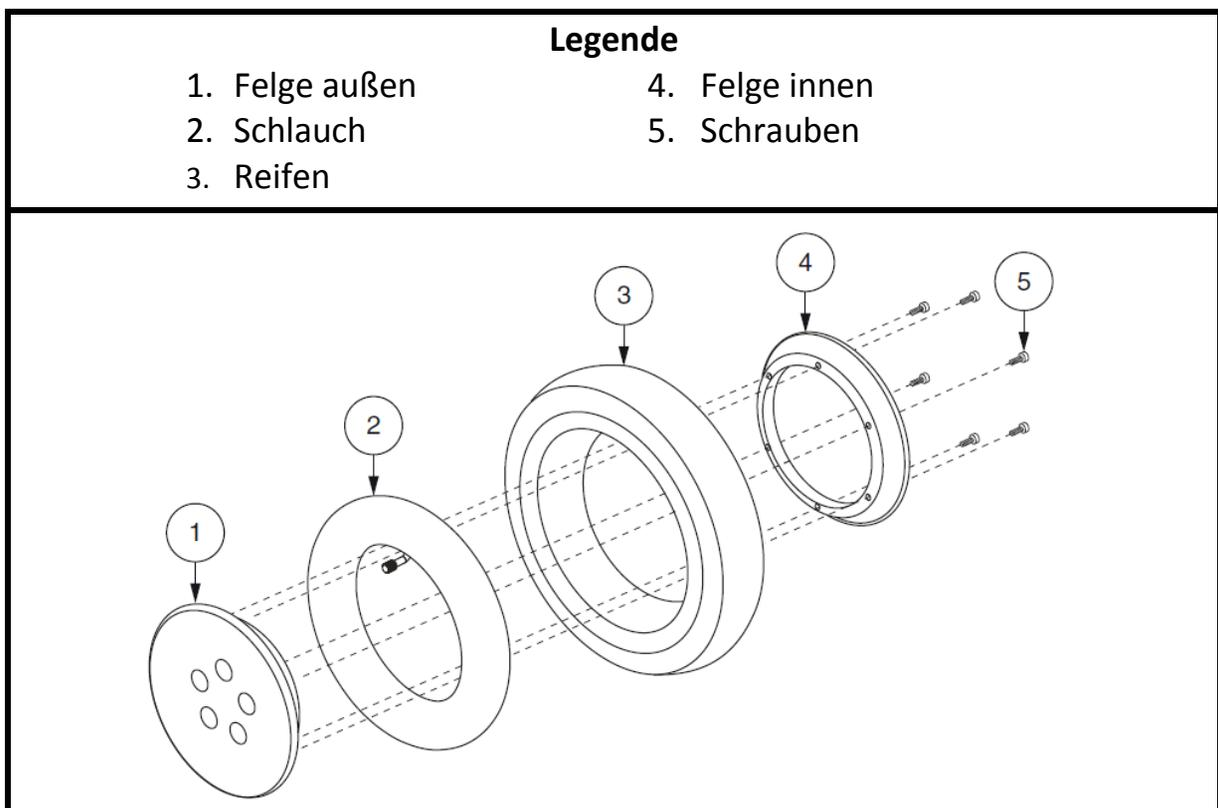

Bild 18. Q6 Edge 2.0 Antriebsrad auseinandergebaut
6. Entfernen Sie die Schrauben und trennen Sie den Außen- und Innenteil der Felge. **Siehe Bild 18.**
10. Setzen Sie die fünf (5) Radmuttern wieder ein, und ziehen Sie diese an.